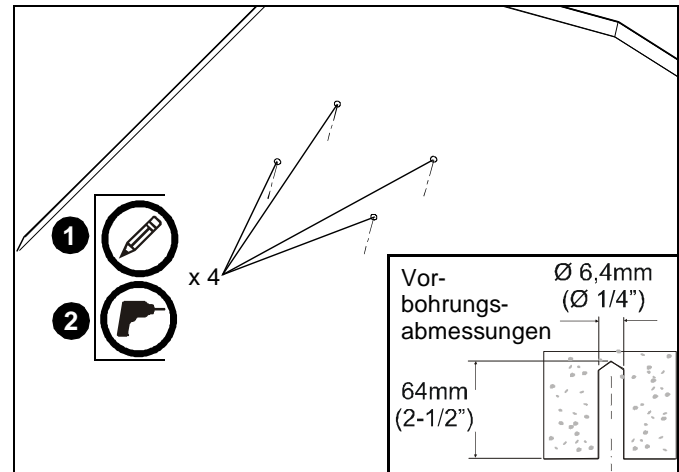

Abb. 8
2. Bohren Sie vier Vorbohrungen mit einem Durchmesser von 6,4 mm (1/4") und einer Tiefe von 64 mm (2-1/2"). (Siehe Abb. 8)